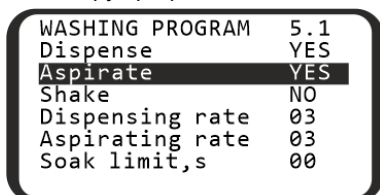

Рисунок 10. Параметры программы
5.7.3 Навигация по меню программы (рисунок 10):